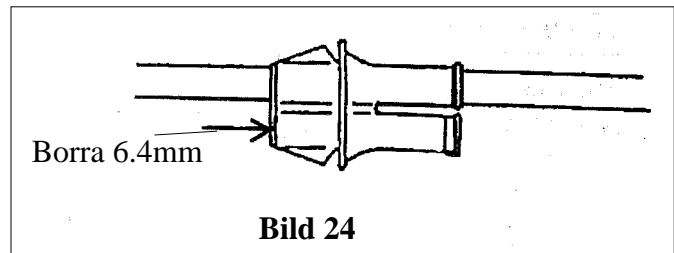

Bild 24
2. Infästningen är hålat utom på en ända. Använd en 6,4mm borra och borra enligt bild 24.